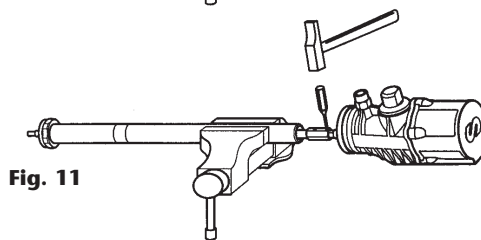

Fig. 11
5. Sortir la goupille située au niveau de la partie supérieure de l'écrou prolongateur (voir fig. 11) et séparer le corps du tube d'aspiration.